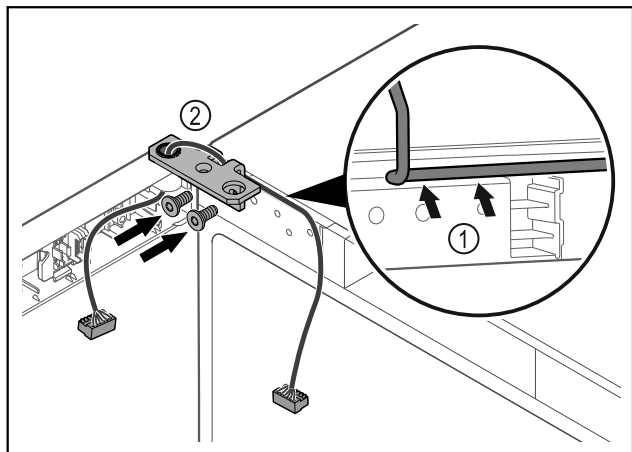

Fig. 43
- ▶ Vie kaapeli saranakulman aukon läpi ja aseta se varovasti paikalleen Fig. 43 (1).
- ▶ Kiinnitä saranakulma Fig. 43 (2) ruuveilla paikalleen.